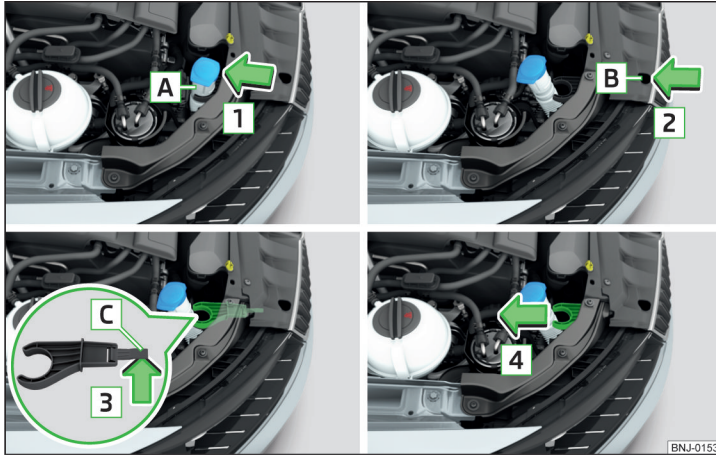

Abb. 207 Halterung des Waschwasserbehälterstutzens abnehmen
- Den Behälterstutzen **A** aus der Halterung in Pfeilrichtung **1** lösen » Abb. 207.
- Die Halterung des Behälterstutzens entgegen der Pfeilrichtung **4** einschieben » Abb. 207.